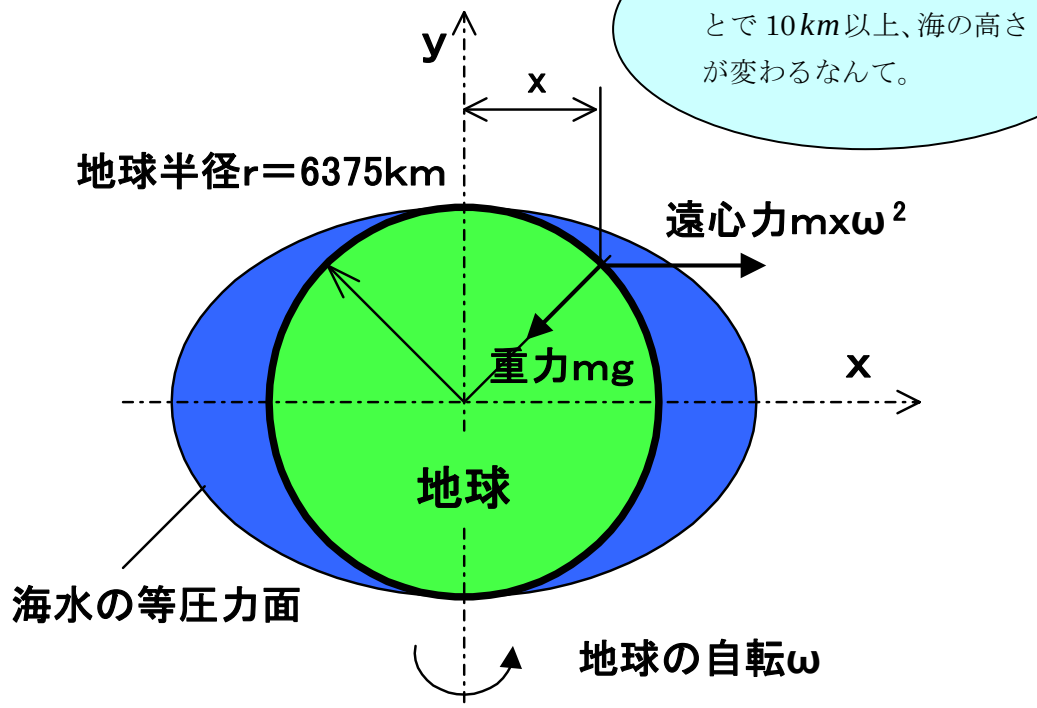

図 3.23 地球の海水の等圧力面
1) 図 3.23 に示した地球上の海表面の等圧面方程式が、